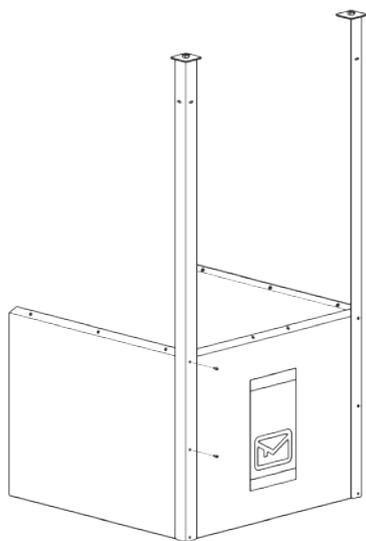

Рис. 4
3. К собранному элементу приставьте очередную надставку, опору ПРАВУЮ и закрепите винтами как описано на этапе 2 (Рис. 4).